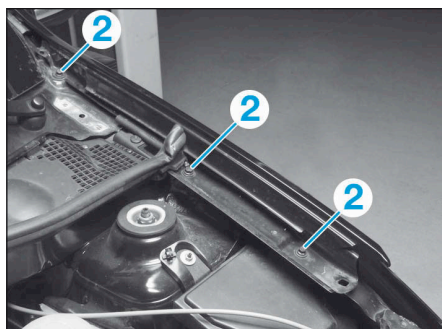

FIG.63
- Déposer les vis (2) (Fig.63).